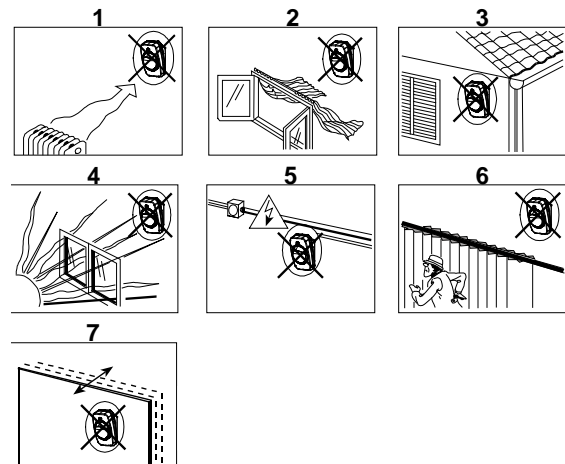

Figure 2. Lignes directrices générales
2.1 Directives générales (voir fig. 2)